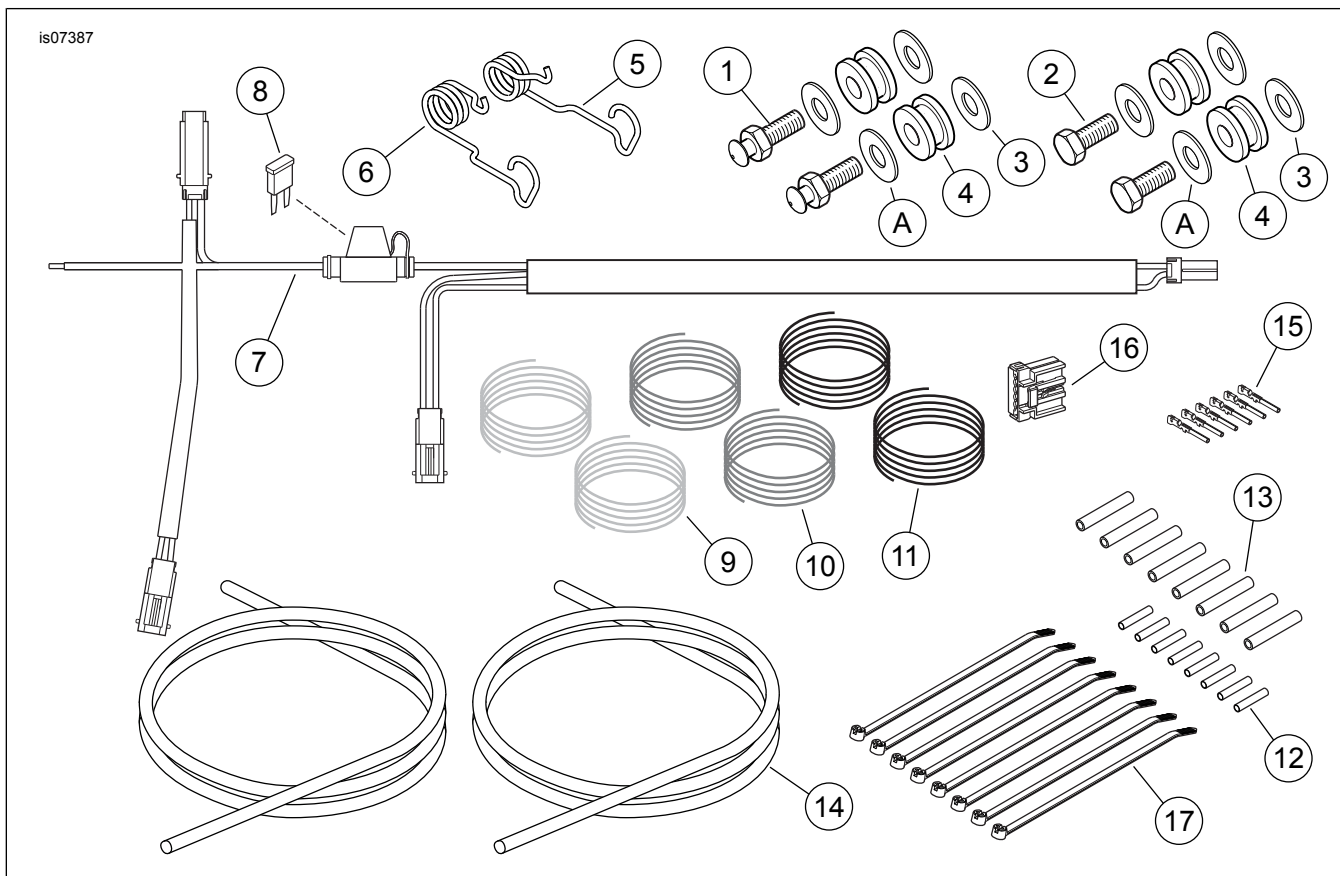

Figura 4. Piezas de servicio: Kit de elementos de sujeción para reubicar las señales de giro delanteras y montar la luz auxiliar en modelos FLSTF
3. Vea Figura 4. Tome un pasador de montaje de cabeza redonda (1), un tornillo de casquete con cabeza hexagonal (2), dos arandelas corrientes (3) y dos bujes (4) de este kit, dos arandelas cromadas (A) del kit de montaje de luces auxiliares FLD, y la luz auxiliar y la barra de montaje, ensambladas anteriormente, correspondientes al lado correcto.
12. Vea Figura 4. Tome los seis cables (9, 10, 11), los seis conectores de cable (12) y las seis piezas de tubo reductor (13) del kit. Corte y pele los extremos de cada cable, de acuerdo con las instrucciones en el apéndice en el Manual de servicio. Deslice una pieza de tubo reductor por uno de los extremos de cada uno de los seis cables.